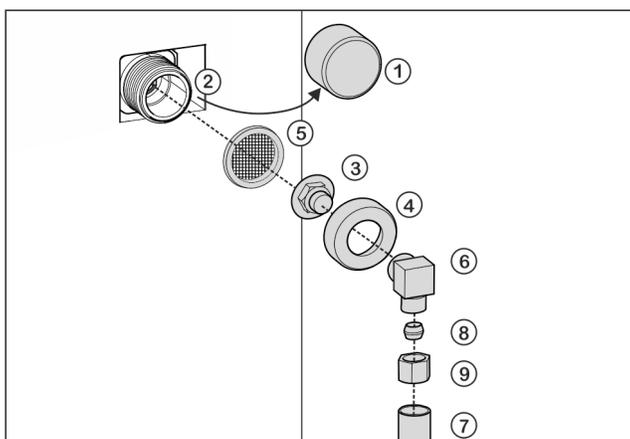

Fig. 25
- ▶ Enlever le bouchon Fig. 25 (1) de l'électrovanne Fig. 25 (2).
- ▶ Insérer la pièce de raccordement Fig. 25 (3) dans l'écrou-raccord Fig. 25 (4).
- ▶ Insérer le filtre Fig. 25 (5) avec la cavité dirigée vers le bas en direction de la pièce de raccordement Fig. 25 (3).
- ▶ Visser l'écrou-raccord Fig. 25 (4) à la main sur le filetage de l'électrovanne Fig. 25 (2) jusqu'à ce qu'il soit bien positionné.
- ▶ Visser le coude Fig. 25 (6).
- ▶ Raccorder la conduite d'eau Fig. 25 (7) (par ex. conduite en cuivre de 1/4" OD) au coude Fig. 25 (6) à l'aide de la bague de serrage Fig. 25 (8) et de l'écrou Fig. 25 (9).
- ▶ Si nécessaire : Fixer la conduite d'eau Fig. 25 (7) sur le boîtier à l'aide de l'étrier d'arrêt.
- ▶ Mettre le coude Fig. 25 (6) de côté.
- ▶ Raccorder la conduite d'eau Fig. 25 (7) (par ex. conduite en cuivre 1/4" OD) à la pièce de raccordement Fig. 25 (3) avec une bague de serrage Fig. 25 (8) et un écrou Fig. 25 (9).